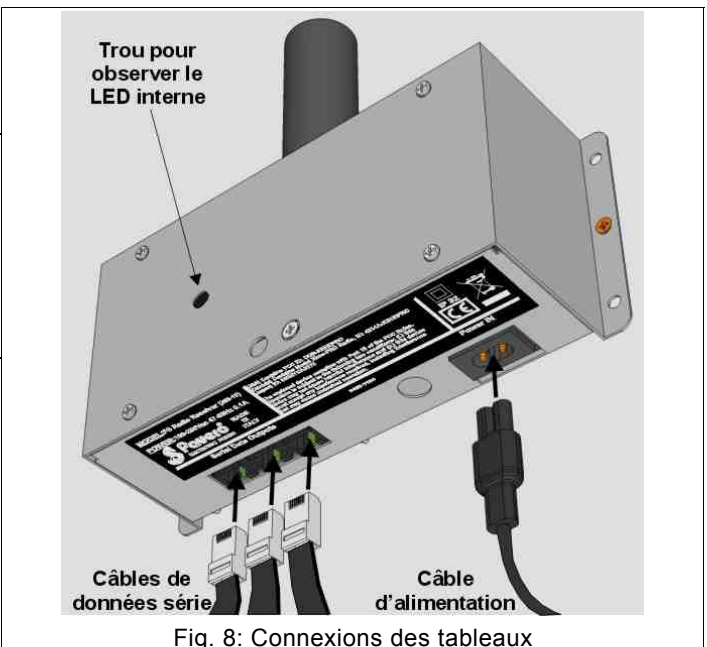

Fig. 8: Connexions des tableaux
Le Récepteur Radio a trois sorties identiques pour les données série (Fig. 8), auxquelles sont connectés directement les différents tableaux électroniques. Pour l'installation de ces câbles de connexion suivez les indications suivantes:
2. Branchez la fiche du câble d'alimentation (Fig. 8) à la prise d'alimentation installée sur le mur (chapitre 2).
1. Vérifier que le LED rouge du Récepteur clignote, à travers le trou correspondant (Fig. 8); si le LED est éteint, remplacez l'alimentateur (chapitre 6.4); autrement, s'il est allumé fixe, vérifiez la connexion radio (chapitre 6.1.3).
4. Observez le LED rouge interne du Récepteur Radio à travers le trou correspondant (Fig. 8):
5. Essayez une autre sortie de données (Serial Data Outputs) du Récepteur Radio (Fig. 8).
1. Déconnectez le câble d'alimentation et les câbles de données série du Récepteur Radio (Fig. 8).